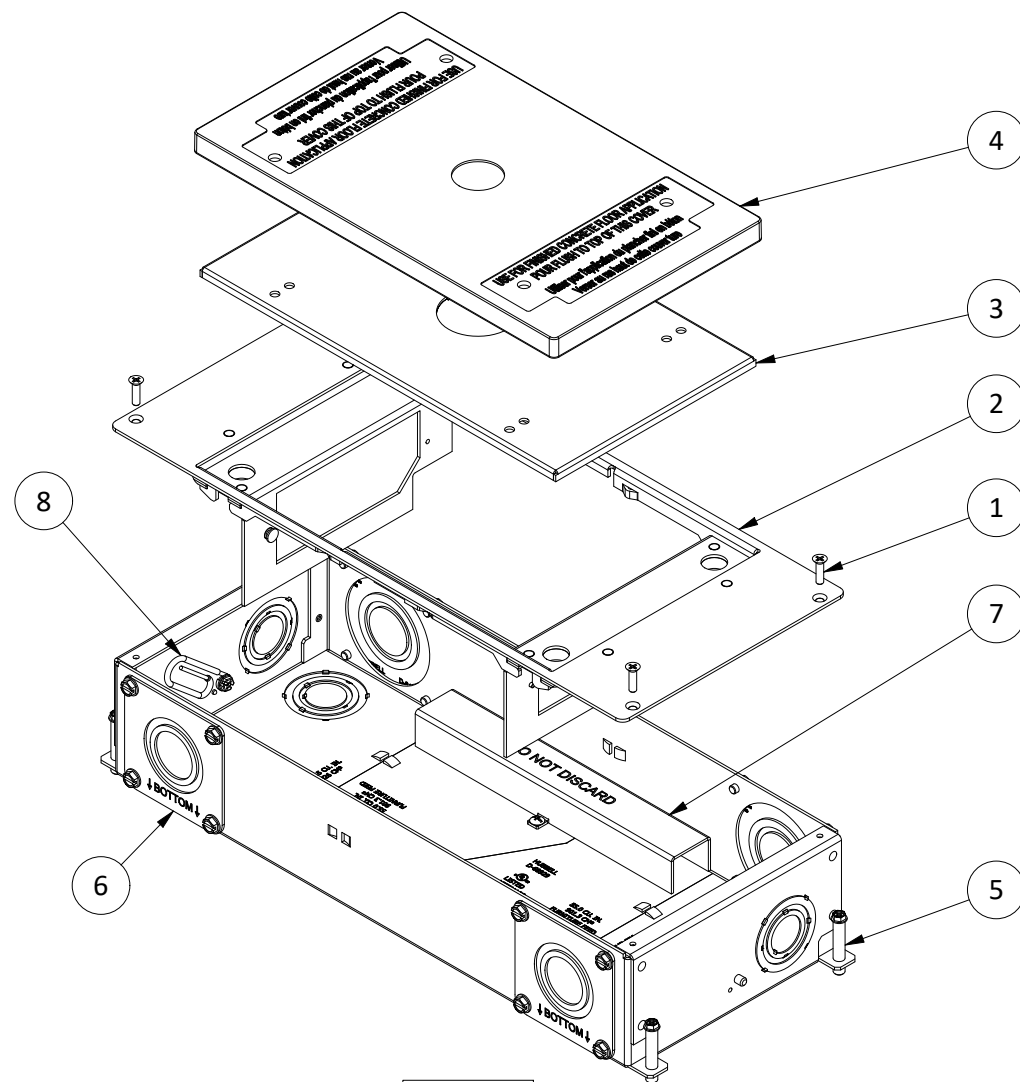

FIGURE 3
- Monter les vis de mise à niveau [5] indiquées à la Figure 3. Mettre la boîte à niveau au besoin. S'assurer de régler la hauteur au sommet de la boîte ou du couvercle temporaire en plastique pour qu'elle soit au même niveau que celui du béton après la coulée.